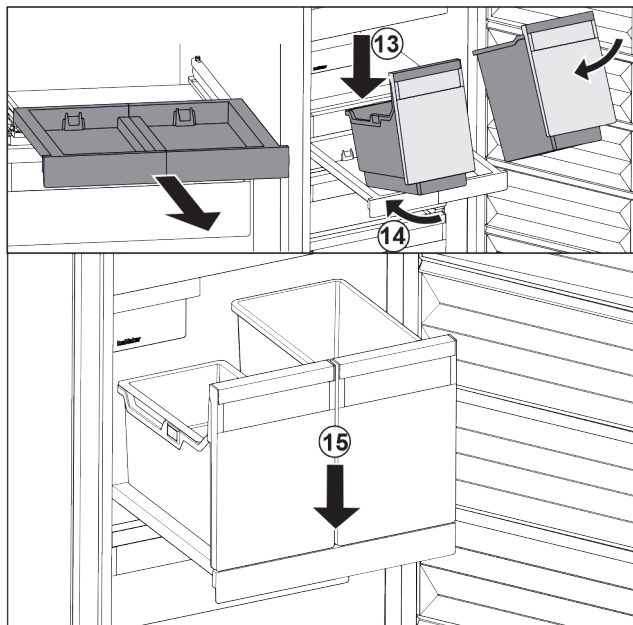

Fig. 31
- Наклоняя вниз, установите контейнеры на выдвижную панель. Fig. 31 (13)
- Вставьте контейнеры, наклоняя вниз, назад. Fig. 31 (14)
- Снимите контейнеры спереди. Fig. 31 (15)